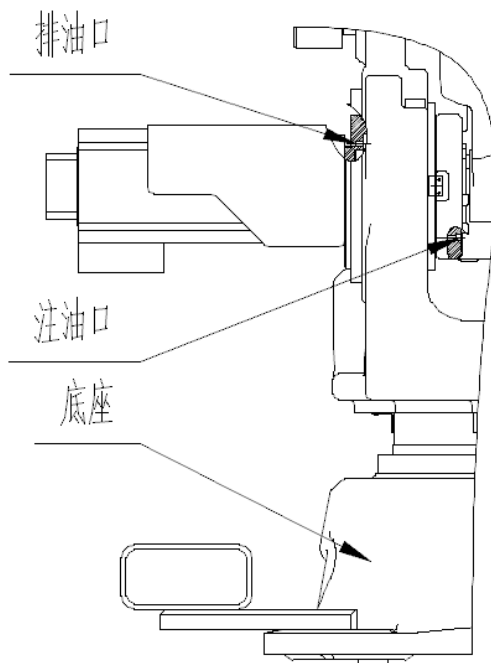

图 13 J3 轴局部结构
#### (1) 油脂补充步骤（参考图 13）
- ④ 安装排油口堵塞前，运动 J3 轴若干分钟，使多余的油脂及空气从排油口排出；
- ⑤ 用布擦净从排油口排出的多余的油脂，在排油口安装堵塞。堵塞的螺纹处要缠生胶带并用扳手拧紧。
## (2) 油脂更换步骤（参考图 13）